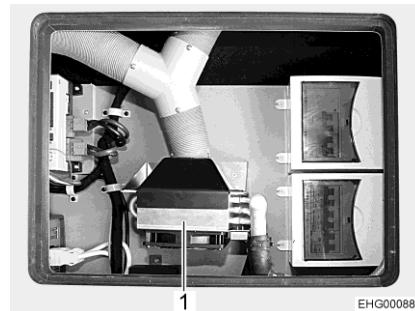

Bild 165 Zusatzgebläse mit Wärmetauscher (Beispiel)
- Die Zusatzgebläse (Bild 165,1) sind an 3 Stellen im Fahrzeug eingebaut.
- Bild 165 zeigt ein Beispiel für eine Einbausituation.